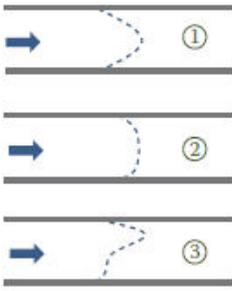

Рисунок 2.1
Большинство расходомеров в некоторой степени зависят от профиля потока. Это означает, что ошибка измерения будет затронута, если профиль потока не соответствует ожиданиям проектировщика расходомера. Некоторые принципы измерения очень чувствительны, тогда как другие будут менее затронуты. Однако в целом важно знать профиль потока в месте установки расходомера. В длинной прямой трубе профиль потока имеет тенденцию быть симметричным. На рис. 2.1 показаны два симметричных профиля потока: один для низкого потока (1), а другой для высокого потока (2). Изгибы, Т-образные сечения, редукторы, фильтры, клапаны и датчики вызывают несимметричные сдвиги в профиле потока (3). Величина помех или турбулентности зависит как от материала трубы, так и от самой жидкости. Существуют эмпирические правила для различных типов расходомеров и распределителей. Например, один изгиб обычно допустим, если более чем в пять раз диаметр трубы находится вдали от индуктивного расходомера. Минимальное рекомендуемое расстояние в большинстве случаев выражается в количестве диаметров труб, например, $5 \times DN$ (что равно 500 мм для трубы с номинальным диаметром 100 мм). Конечно, это минимальное расстояние также зависит от того, насколько точно требуется измерить.